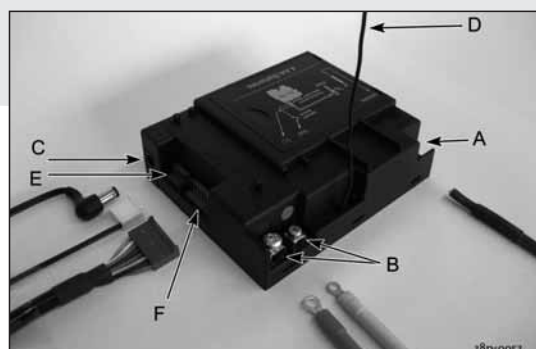

fig. 11
Ga hiervoor als volgt te werk (zie fig. 11):
- Sluit de bruine stekker van het aansluitsnoer aan op de ontvanger (zie fig. 11, pijl F).
- Sluit de kabels van thermokoppel 1 aan op de ontvanger (zie fig. 11, pijlen B).
Sluit de zwarte draad met de witte stekker van thermokoppel 2 aan op de ontvanger (zie fig. 11, pijl E).
- Sluit de ontstekingskabel aan op de ontvanger; (zie fig. 11, pijl A)
- sluit deze aan op de ontvanger; (zie fig. 11, pijl C);
- Buig de antenne uit de clips; zie fig. 11, pijl D.